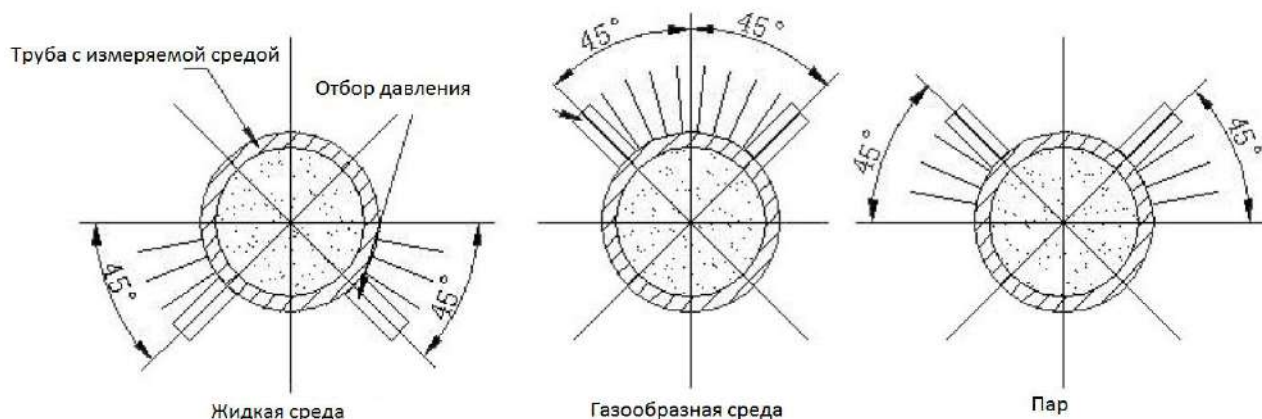

Рис. 1.9
- Рекомендованное расположение патрубков отбора давления см. рис. 1.9.